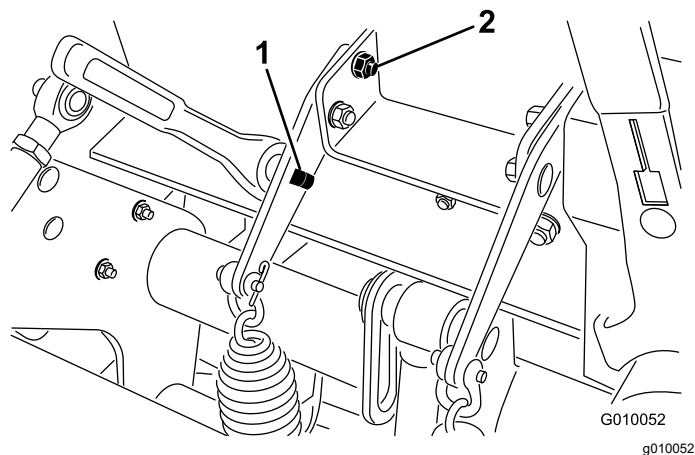

Figure 30
3. Insérez un manche à rochet de ½ pouce ou une barre de levier dans le trou carré de support de ressort (Figure 30).